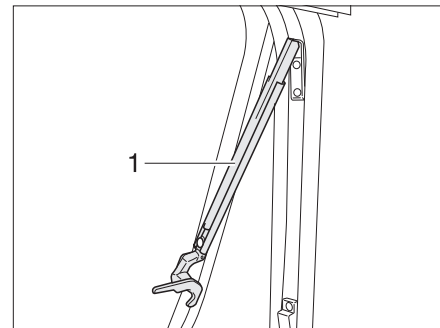

Fig. 36 Ventana abatible con soportes automáticos, abierta
- Abrir la ventana abatible hasta la posición de enclavamiento deseada. El soporte automático (Fig. 36,1) engatilla automáticamente.